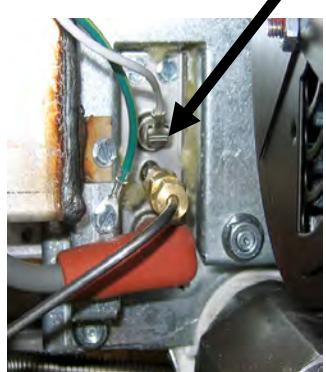

図 1
2. 1台のバーナー点火装置でセンシングワイヤを外し(図 1 参照)、それをメータの正極導線に繋ぎます。メーターの負極導線をセンシングワイヤを外した端子に繋ぎます。
3. モーターをプラスチックラップで包み、水が入らないように保護します(図 1 参照 0)。脱脂剤または洗剤を送風機のホイールと送風機のケースに吹きかけ、浸みこむまで 5 分待ちます。ホイールとケースを温かい水道水ですすぎ、きれいな布で拭きます。